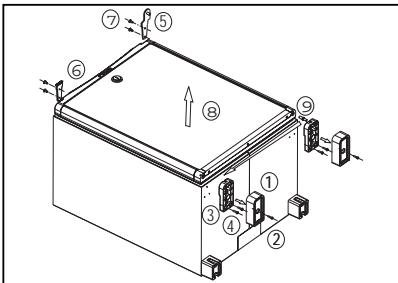

Figure 8.
8. Inverser le sens d'ouverture de la porte (Figure 8)